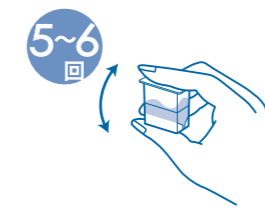

図11
⑪ 専用カップに蓋をして、強く押さえながら5~6回振り混ぜて均一にし、蓋をはずします。(蓋をしたままだと液が漏れてきます。)(図11)